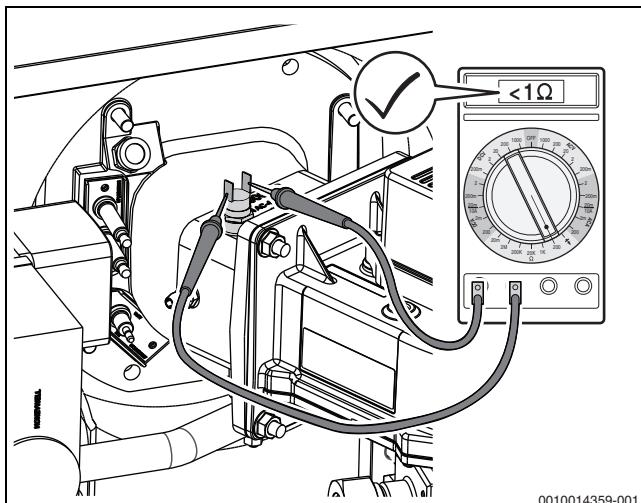

Рис. 65 Измерение электрического сопротивления на контактах реле контроля температуры (реле в порядке)
- ▶ Измерьте электрическое сопротивление на контактах реле контроля температуры (→ рис. 65).